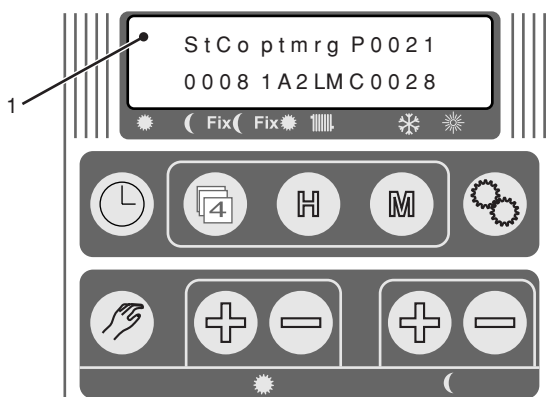

fig.8
Premendo il tasto  sul display (1) compaiono le scritte come in (fig.8).